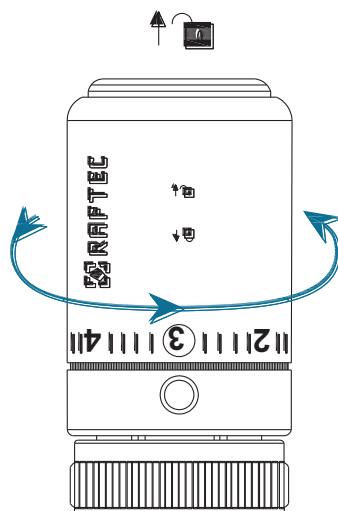
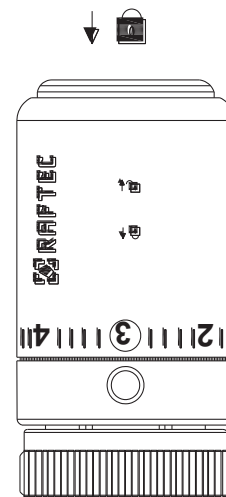

Рисунок 1
Рисунок 2
4. Модели ТВ3015 и ТW3015 термоголовки имеют защиту от детей. Для разблокировки замка в положение «открыто» необходимо сдвинуть корпус термоголовки в соответствии с направлением, указанным на пиктограмме, нанесенной на корпусе (рис. 1). После настройки нужной температуры путем поворота корпуса на указанное деление переместите специальный замок в положение «закрыто», сдвинув корпус в соответствии с значком на корпусе (рис.2) – в этом случае ребенок, играя, не сможет изменить настройки температуры.